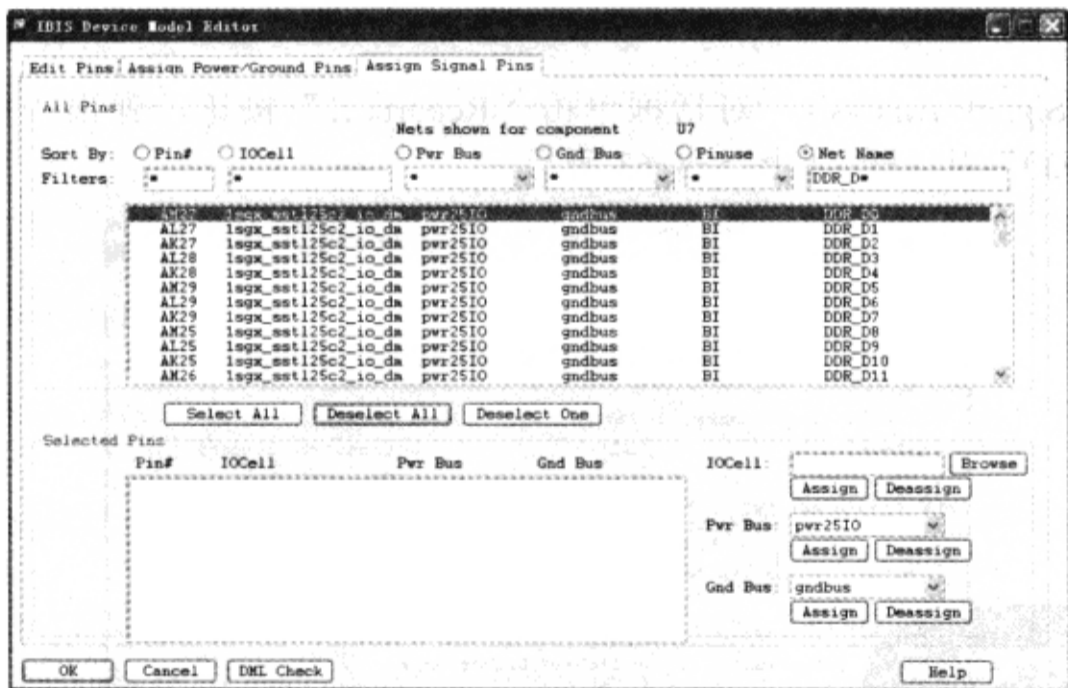

图 5-3-59 分配好的网络
(7) 单击“IBIS Device Model Editor”对话框的“Deselect All”按钮→网络再次弹出在“IBIS Device Model Editor”对话框的“All Pins”区域，如图 5-3-59 所示，这些引脚现在显示连接 IO 电源（2.5V），所有引脚的电源总线名为“pwr2510”、地总线名为“gndbus”。